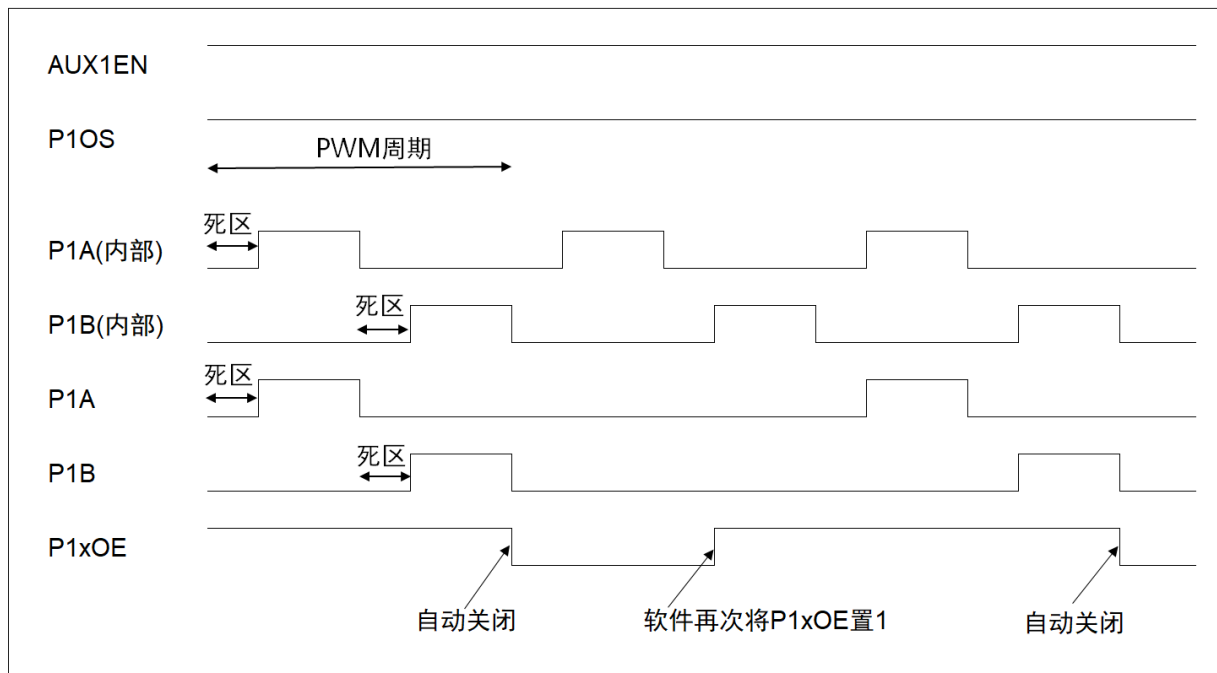

图 10-17 PWM 单脉冲输出 (辅助功能)
2. 单脉冲模式下，输出一次脉冲波形后，P1xOE 自动清零，但 PWM 计数器保持运行，如果软件再次将 P1xOE (x=A~F) 置 1，则在下一个 PWM 周期，PWM 引脚 P1x (x=A~F) 将再次输出一次脉冲波形，如 图 10-17。